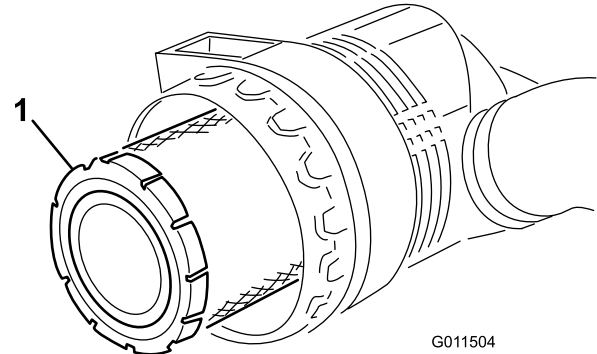

Figure 51
2. Avant d'enlever le filtre (Figure 51), utilisez de l'air comprimé à basse pression (276 kPa [40 psi]) propre et sec pour éliminer toute accumulation importante de débris entre l'extérieur de l'élément principal et la cartouche. N'utilisez pas d'air sous haute pression car il pourrait forcer les impuretés à travers l'élément principal et dans la zone d'admission. Cette procédure de nettoyage empêche de déplacer des débris dans l'admission lors du retrait de l'élément principal.